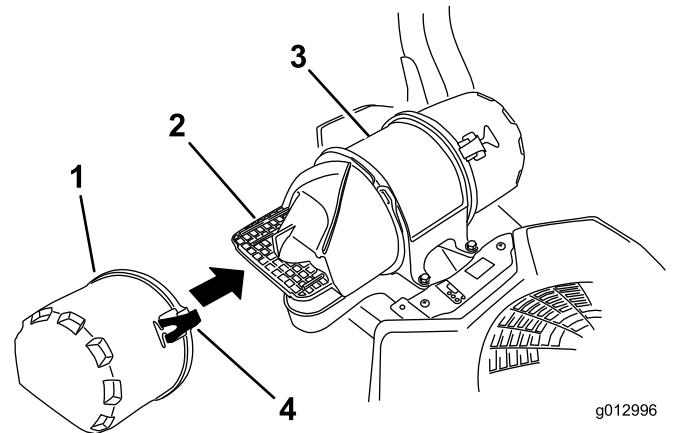

Figura 52
3. Abra los cierres del limpiador de aire y tire de la tapa de la entrada de aire para separarla del cuerpo del limpiador de aire (Figura 52).
5. Instale la tapa de la entrada de aire y sujétela con los enganches (Figura 52).